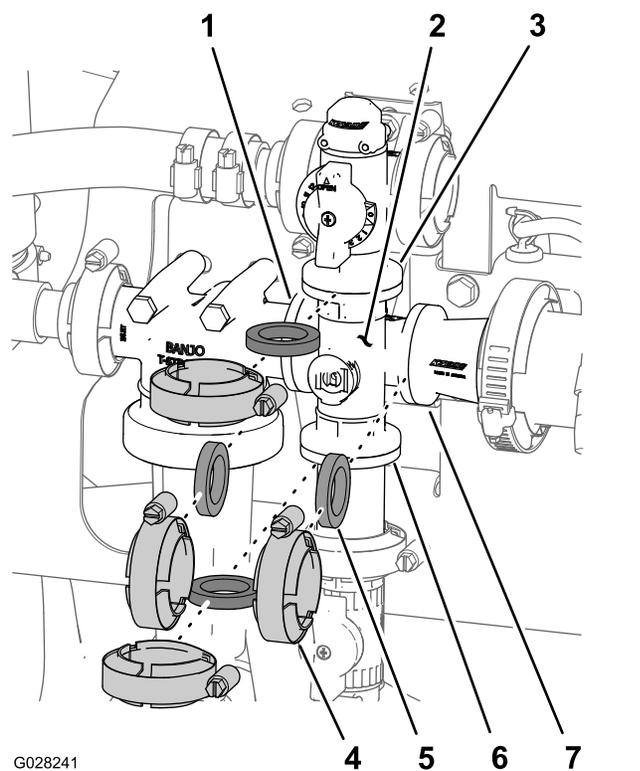

Figura 78
1. Retire las abrazaderas y las juntas que sujetan el colector de la válvula de agitación (Figura 78) a la válvula de desvío de agitación, la cabeza del filtro de presión, el racor reductor, y el acoplamiento del adaptador (válvula de control de agitación).